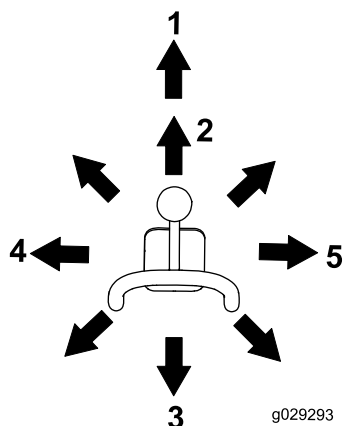

Рисунок 11
- Чтобы наклонить навесное орудие вперед, медленно перемещайте рычаг вправо (Рисунок 11).
- Чтобы наклонить навесное орудие назад, медленно перемещайте рычаг влево (Рисунок 11).
- Чтобы опустить стрелы погрузчика, медленно перемещайте рычаг вперед (Рисунок 11).
- Чтобы поднять стрелы погрузчика, медленно перемещайте рычаг назад (Рисунок 11).
- Чтобы опустить стрелы погрузчика в фиксированное (плавающее) положение, нажмите на рычаг до упора вперед (Рисунок 11).